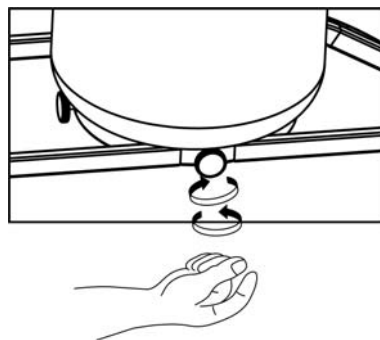

Figura 6
6. Apriete las perillas roscadas (G) que hay en la bandeja del tanque (Figura 6), de manera que el tanque de gas LP no se pueda mover de un lado a otro. No quite la tapa plástica del extremo de la sección roscada.